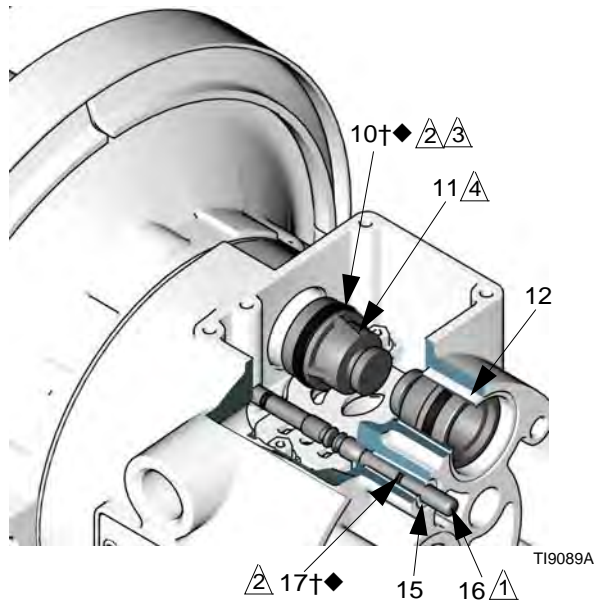

FIG. 7
4. Extraiga los cuatro pistones de accionamiento (11) de los cojinetes (12). Retire las empaquetaduras de copa en U (10) de los pistones. Extraiga los pasadores piloto (16) de los cojinetes (15). Retire las juntas tóricas (17) de los pasadores piloto. Consulte la FIG. 7.
6. Inspeccione los cojinetes (12, 15) sin extraerlos. Consulte la FIG. 7. Los cojinetes tienen forma ahusada y, si se encuentran dañados, deben extraerse desde el exterior. Esto requiere desmontar la sección en contacto con el fluido. Consulte la página 26.
4. Instale una junta tórica (17†◆) en cada pasador piloto (16). Engrase los pasadores y las juntas tóricas. Inserte los pasadores en los cojinetes (15), con el extremo **estrecho** primero. Consulte la FIG. 7.
5. Instale una empaquetadura en forma de copa en U (10†◆) en cada pistón de accionamiento (11), con los labios de las empaquetaduras orientadas hacia el extremo **estrecho** de los pistones. Consulte la FIG. 7.
6. Lubrique las empaquetaduras en forma de copa en U (10†◆) y los pistones de accionamiento (11). Inserte los pistones de accionamiento en los cojinetes (12), con el extremo **ancho** primero. Deje expuesto el extremo estrecho de los pistones. Consulte la FIG. 7.